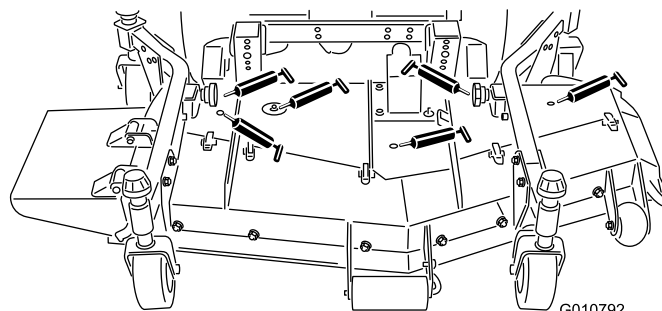

図 17
- ブレードスピンドルのベアリング図 17
- 左右のプッシュアームのボールジョイント図 17